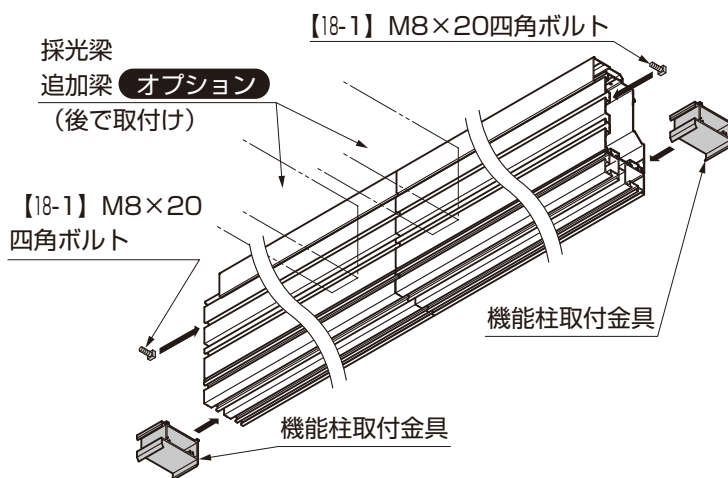

図6-5
- ① 桁側面の溝に【18-1】をスライドしながら入れてください。（図6-5参照）
- ② 桁側面の溝に機能柱取付金具を両側面から各1個ずつスライドしながら入れてください。（図6-5参照）